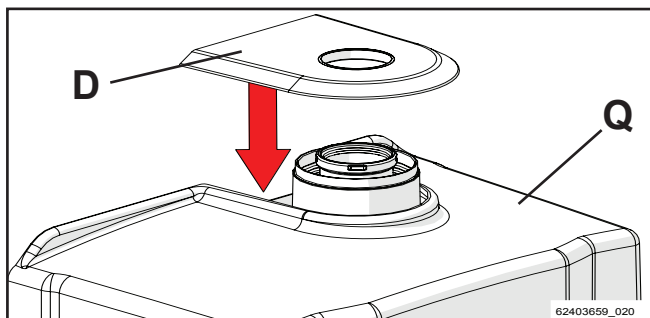

Figura 5-53
- 9 - Applicare la guarnizione anti-pioggia "D" sulla copertura "Q" come mostra la figura 5-53;